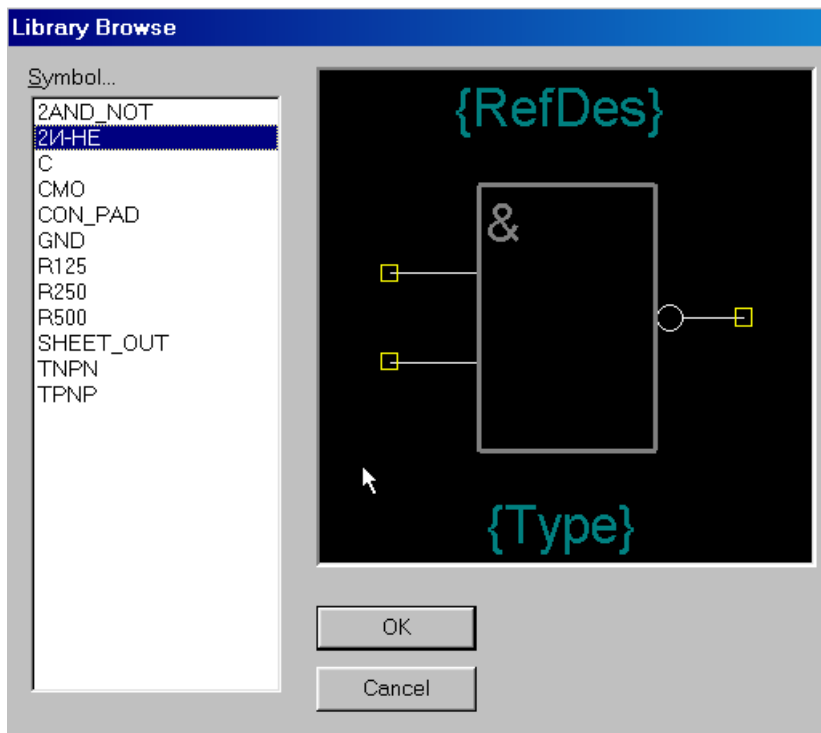
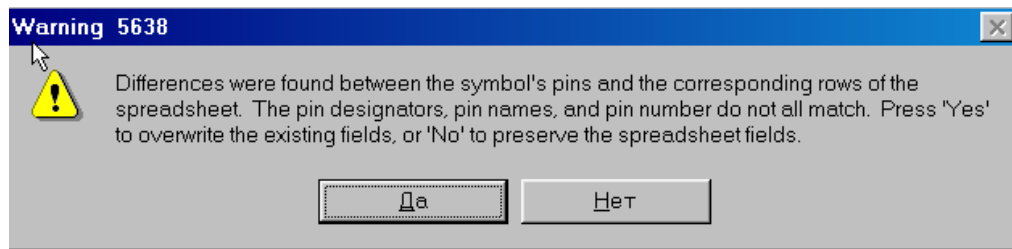

Рис. 8-26. Выбор символа для компонента
Рис. 8-27. Предупреждение о несогласованности указателей, имен и номеров выводов
8) Для выбора символа, помещаемого на схему, нажмите кнопку **Select Symbol** и в окне **Library Browse** (см. рис. 8-26) выберите из списка нужный символ для компонента. В данном случае это созданный в подразделе 8.3 символ 2И-НЕ. После нажатия кнопки ОК в данном окне может появиться предупреждение о несоответствии указателей, номеров и имен выводов (см. рис. 8-27). Нажмите кнопку «Да» для перезаписи существующих полей в электронной таблице.